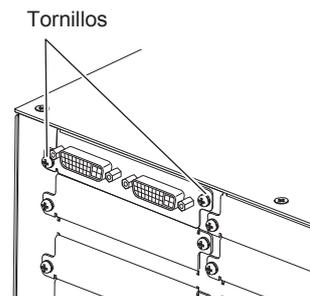

Figura 3
3) Asegure la placa de la interfaz. (Figura 3)